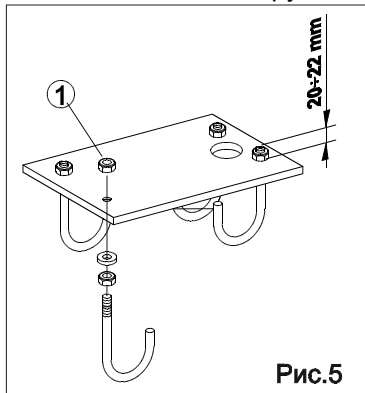

Рис.5
- Соберите плиту основания, как показано на рис.5.
- Закрепите плиту основания, как показано на рис.5, снабдив одним или более кожухом для проводки электрических кабелей. Используя уровень, проверьте, чтобы плита была идеально выровнена. Подождите, пока не схватится цемент.
- Используя четыре болта (1 на рис.5) и шайбы из комплекта, закрепите стойку к плите основания, как показано на рис.7. Помните, что крышка колонны должна быть лицевой стороной к зданию.